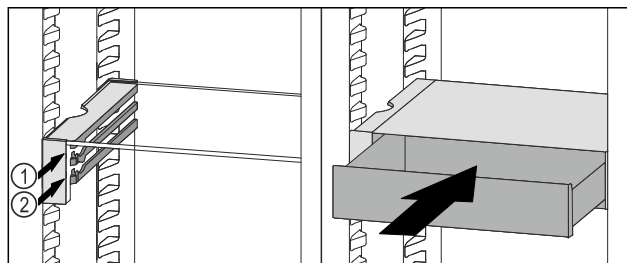

Fig. 102
- ▶ A VarioSafe-fiókot az ütközők mögött helyezze a kívánt bordára a Fig. 102 (1) vagy Fig. 102 (2) szerint.